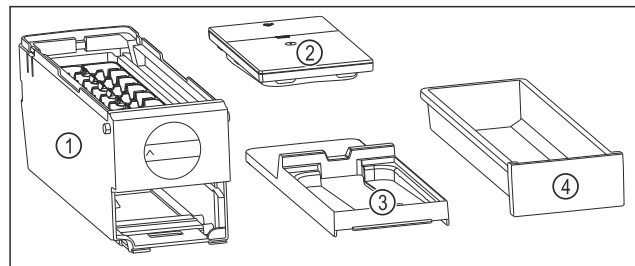

Fig. 78 Componente ale EasyTwist-Ice
- ▶ EasyTwist-Ice este dezasamblat în patru piese. (vezi Fig. 78)
- ▶ Dezasamblați EasyTwist-Ice numai în componentele ilustrate. (vezi Fig. 78)
- ▶ Curățați corpul EasyTwist-Ice Fig. 78 (1) ca un întreg.